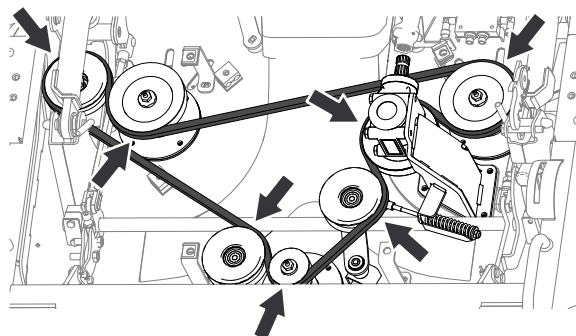

Figura 134
1. Amplasai cureaua nouă în jurul fuliilor în modul indicat în Figura 134.